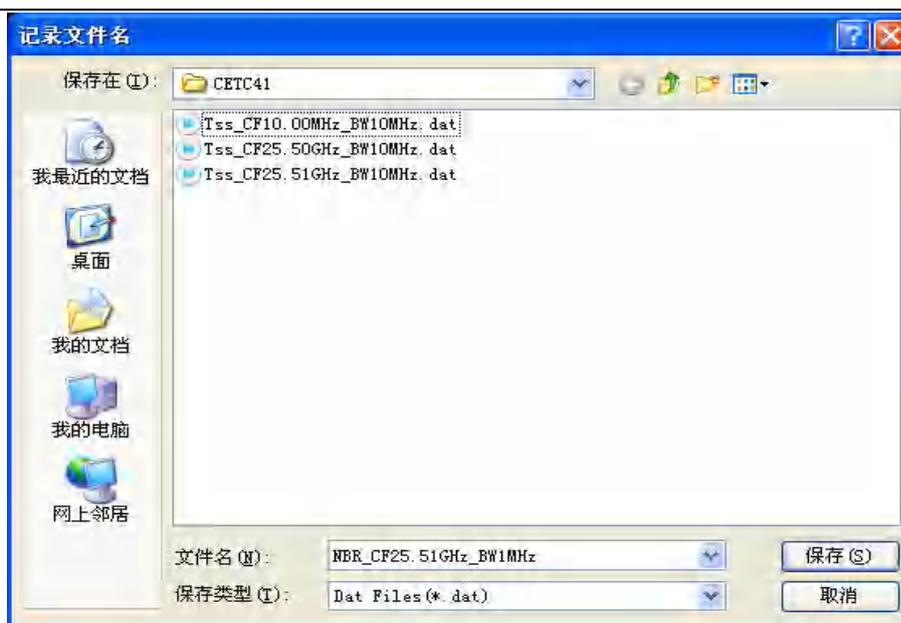

图 3-78 记录文件名对话框
- 12) **自定义文件名**: 自定义记录文件名。弹出保存文件对话框, 初始文件目录为快照目录, 初始文件名为默认的文件名, 可自定义修改文件目录和文件名, 如图 3-78 所示。